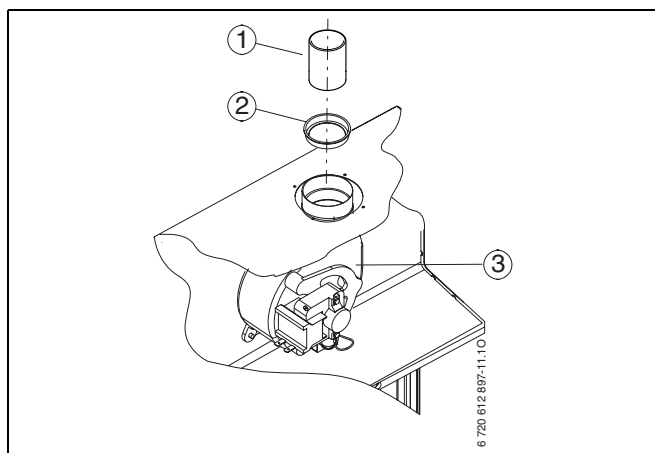

Fig. 16 Montaggio del diaframma
- ▶ Applicare il diaframma adeguato (→ fig 16).